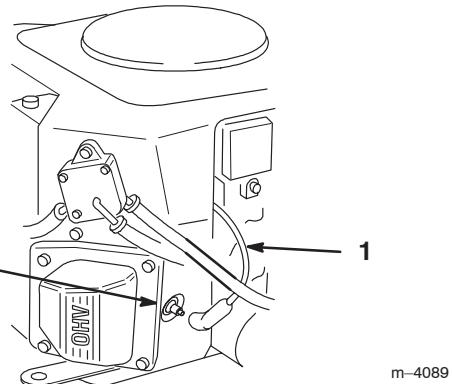

Figure 35
3. Débranchez les fils des bougies (Fig. 35).
- Connectez les fils aux bougies (Fig. 35).